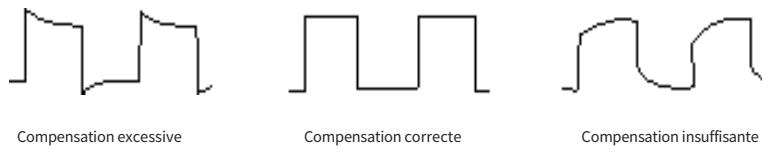

Figure 4-2 Étalonnage compensatoire de la sonde
- Visualisez la forme d'onde affichée, comme le montre la figure 4-2.